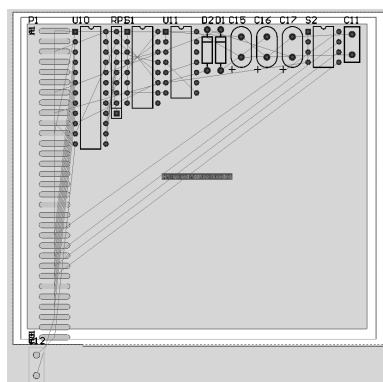

图 8-9 排列元件结果
(2) 选择菜单栏中的“工具”→“器件布局”→“按照 Room 排列”命令，在工作区选中调整好大小的 Room 区域，系统将自动将选中元件在该 Room 中排列，如图 8-9 所示。